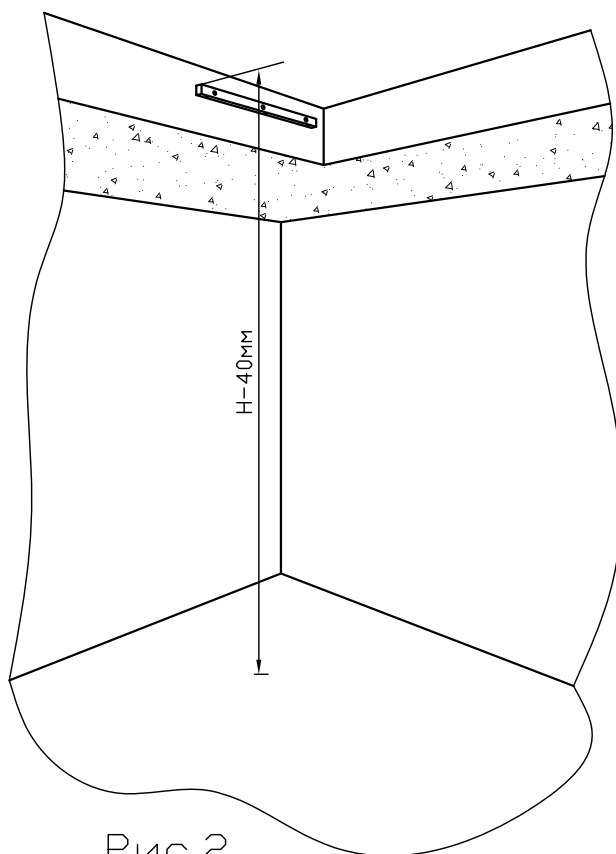

Рис.2
2.4.2 Способ крепления бруса к перекрытию Заказчик выбирает самостоятельно в зависимости от материала и конструкции перекрытия. См. Рис.2.